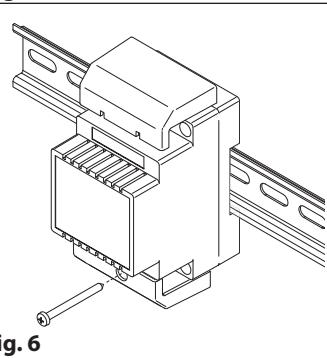

Fig. 6
- Inserire a scatto i coperchi copri-morsetti e fissarli tramite le relative viti (**Fig. 6**)